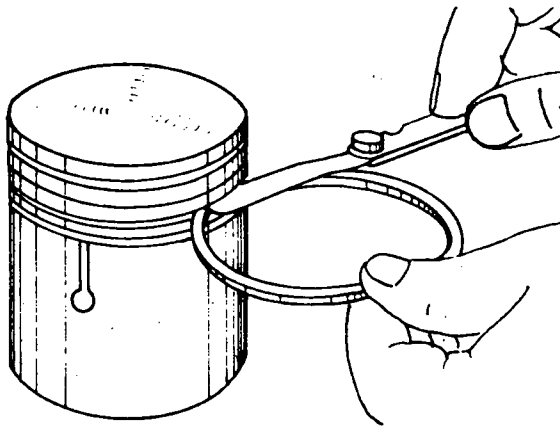

Fig. 6
- a Comprove a folga dos anéis nas renhuras do êmbolo, usando um calibrador de lâminas (fig. 6).